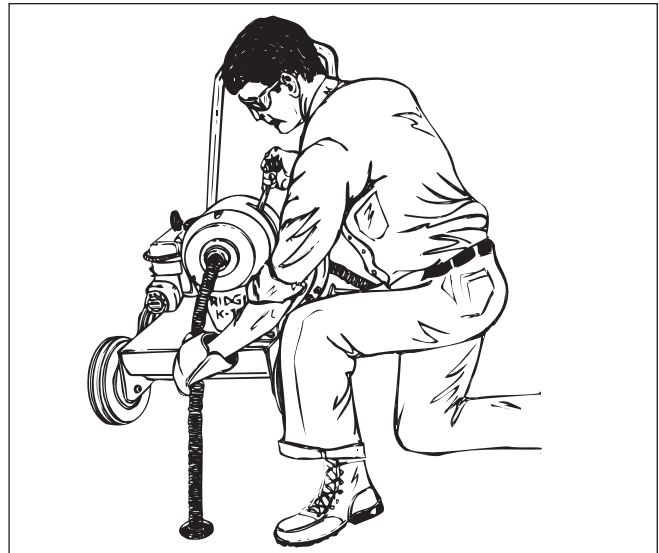

Figura 5 – Modo de empleo de la Limpiadora de Desagües
4. Adopte la postura correcta para mantener un buen equilibrio mientras trabaja (Figura 5).